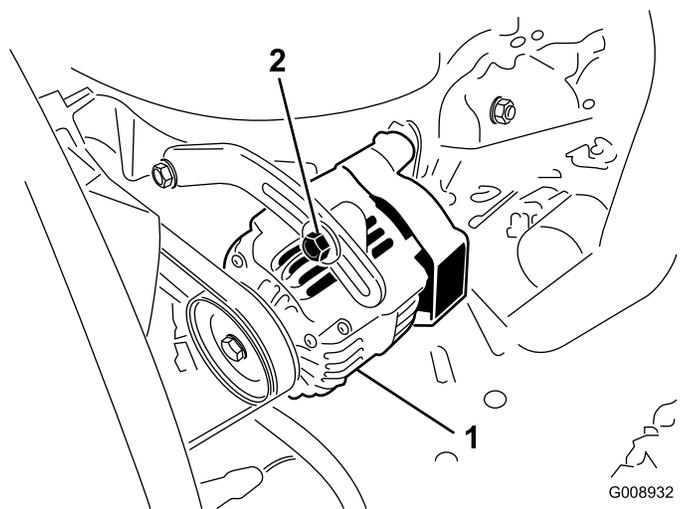

Bild 100
Prüfen Sie den Zustand und die Spannung der Treibriemen (Bild 100) alle 100 Betriebsstunden.
2. Lockern Sie bei einer Durchbiegung von mehr oder weniger als 10 mm die Befestigungsschrauben der Lichtmaschine (Bild 100).